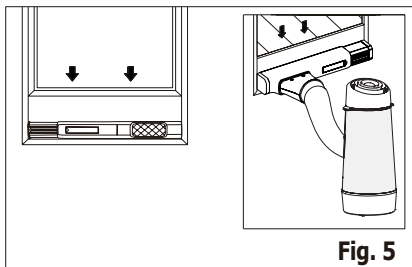

Fig. 5
3. Montér vinduessættet på vinduet, og skub adapteren B ind i vinduesskydesættet og forsegl det. (Fig. 5 og 6)